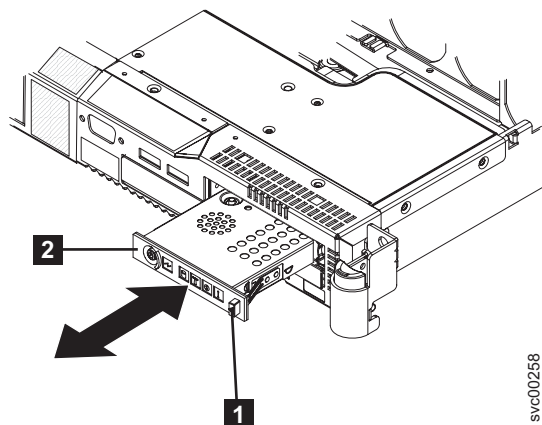

図 224. SAN ボリューム・コントローラ 2145-8G4 オペレーター情報パネル
2. 265 ページの図 224 に示すように、オペレーター情報パネルをスライドさせてケーシングに入れ、カチッと音をたてて所定の位置（「In」位置）にロックされるまで押し込みます。この作業を行う際に、背面で静かにケーブルを引っ張って通します。